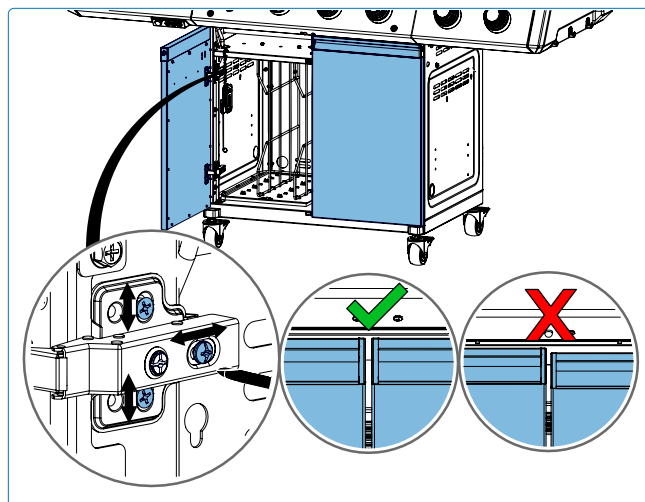

Fig. 21
4. Ajustez les vis de charnière pour aligner les portes du meuble afin qu'elles soient au même niveau (**Fig.21**).